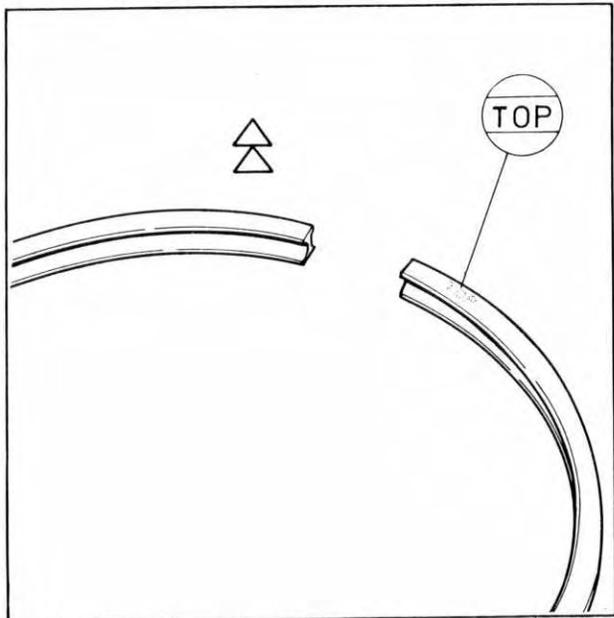

Fig. 71
- I segmenti hanno un verso di montaggio: la parte contrassegnata con la scritta "TOP" va rivolta verso l'alto (fig. 71).
- Piston rings should be installed with the "TOP" mark facing upwards. This is very important (fig. 71).